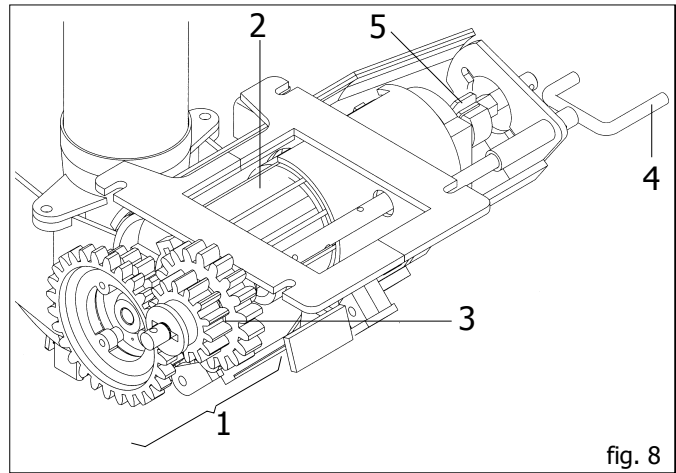
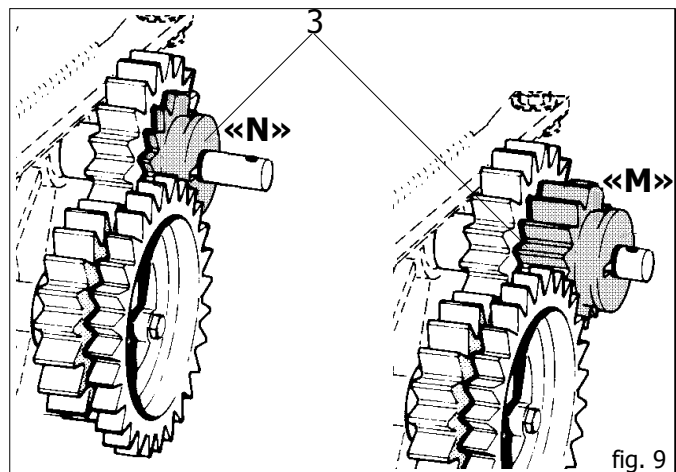
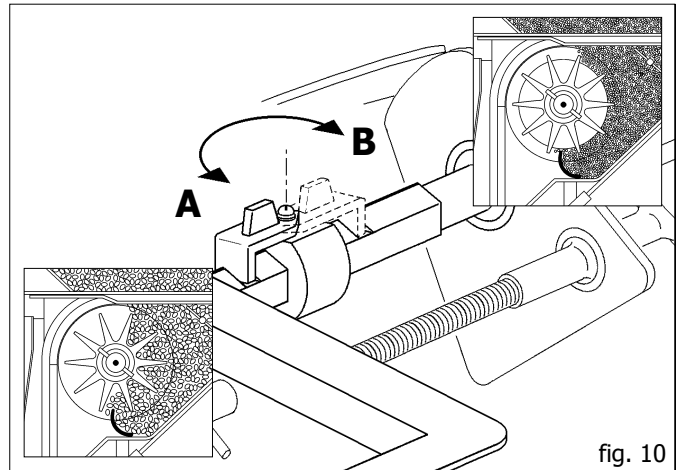

fig. 8
fig. 9
fig. 10
Der Dosierer (Abb. 8) ist die wichtigste Vorrichtung für den Betrieb der Sämaschine und ist unter dem Saatgutbehälter angebracht. Er wird mittels Zahnrädern und Ketten vom Treibrad angetrieben.
Der Dosierer besteht aus einem Getriebe (1 Abb. 8), das zwei Übersetzungen des Zahnrads (2) ermöglicht, indem die Position des roten Zahnrads (3 Abb. 9) verändert wird. In der Stellung "N" beträgt das Getriebeverhältnis 1:1 und wird durch das Zahnradpaar Z19 realisiert. Wenn das Rad (3) auf "M" gestellt wird, halbiert das Zahnrad seine Drehzahl, da der Antrieb in diesem Fall aus dem roten Treibrad Z14 und dem angetriebenen Rad Z28 zusammengesetzt ist. Bei der Durchführung der im Kapitel 3.2.3 beschriebenen Säprobe wird festgestellt, daß die verteilte Saatgutmenge bezüglich einer Probe mit Verhältnis 1:1 halbiert ist (siehe Tabelle Seite 60-61). Die Stellung "M" des Zahnrads (3) ist für das Aussäen von ziemlich kleinem Saatgut und geringen Mengen erforderlich. Der Schraubenstab (4) ermöglicht die Einstellung des Schiebers bezüglich des aus der Tabelle und der Säprobe resultierenden Wertes (Kapitel 3.2.3).
Die Sperrfeder (4 Abb. 8) ermöglicht es, den Öffnungsbereich des Schiebers und gleichzeitig den Durchsatz der Dosierrolle zu verändern. Die Stellung "A" (Abb. 10) ermöglicht das Öffnen des Schiebers auf der Gradskala von 0 bis 110 und mit maximaler Säleistung der Dosierrolle. Die Stellung "B" ermöglicht dagegen das Öffnen des Schiebers von 0 bis 25 mit reduzierter Säleistung der Dosierrolle. Es ist wichtig darauf hinzuweisen, daß der Schieber immer vollständig geschlossen werden muß (auf 0 der Gradskala stellen), um die Position der Sperrfeder (5) umzukehren.